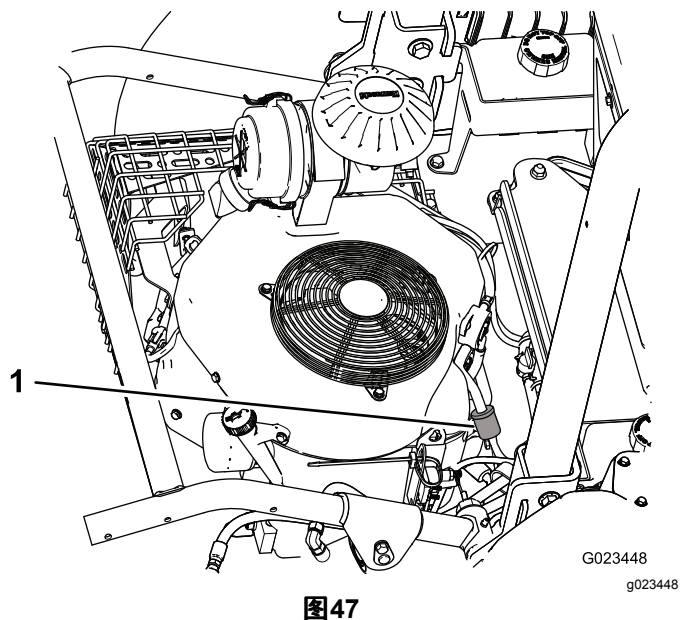
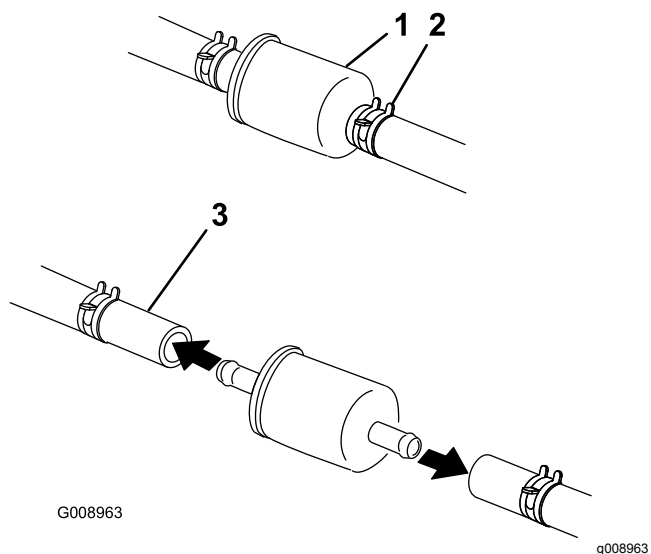

图47
图48
2. 拧松过滤器化油器侧的软管夹从过滤器上取下燃油管线 图47 和 图48。